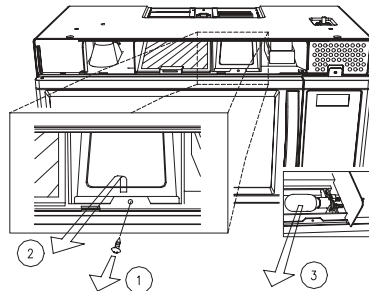

FIGURE 4
3. Retirez une vis (1) pour le cache de la lampe. (Voir figures 4.)
4. Retirez le couvercle de la lampe. (Voir Figure 4.)
7. Remettez le cache de la lampe en place puis fixez-le à l'aide de la vis (1).